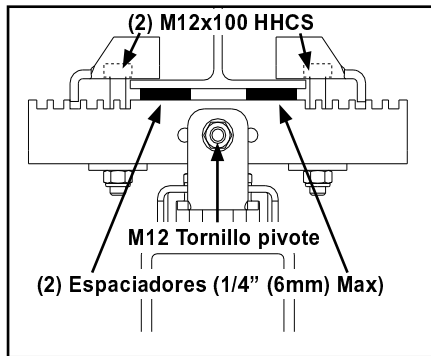

Figura 3-26
- Paso 2. Si se requiere nivelar, afloje M12 x 100 mm HHCS de soporte de Viga-I e inserte espaciadores, máximo 1/4 in (6 mm), entre soporte de viga-I y patín inferior de Viga I. Vea Figura 3-26.